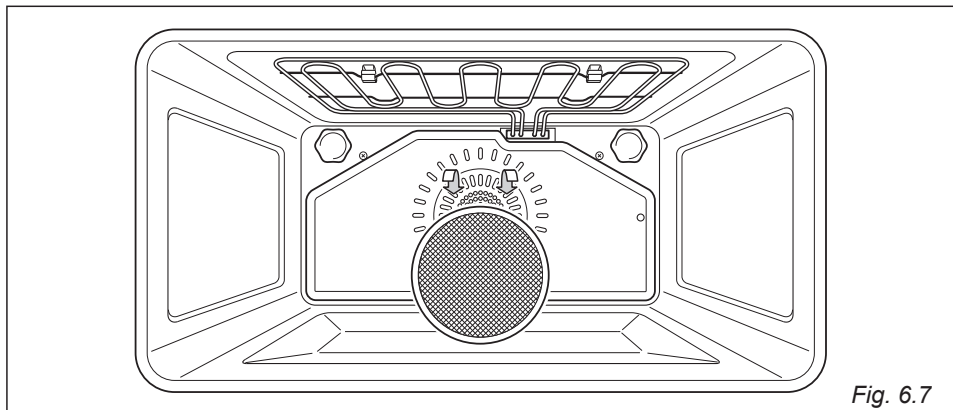

Fig. 6.7
L'arrière du four est muni d'un écran spécial pour absorber les particules de graisse, surtout lorsqu'on fait rôtir des viandes (fig. 6.7).
- Le filtre est accroché à la paroi postérieure du four comme illustré sur la figure 6.7.